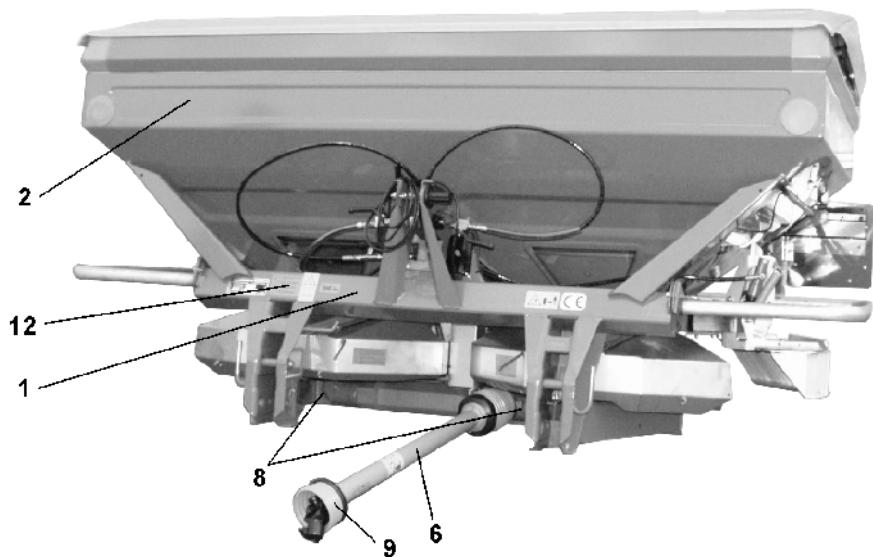

Рис. 3
- Рама (Рис. 3/1)
- Бункер (Рис. 3/2)
- Карданный вал (Рис. 3/6)
- Защита вала между промежуточным и угловым редуктором (Рис. 3/8)
- Защита карданного вала (Рис. 3/9)
- Символы по технике безопасности (предупреждающие знаки) (Рис. 3/12)